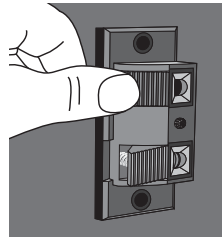

figura 6
2. Presione ligeramente el botón pulsador para abrir el borne (**figura 6**).